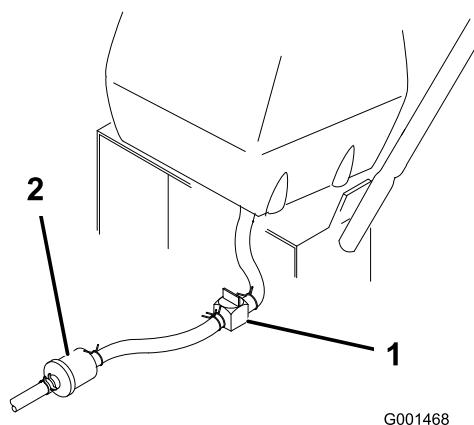

Figura 28
2. Chiudete la valvola d'intercettazione del carburante sul serbatoio del carburante (Figura 28).
3. Premete le estremità della fascetta stringitubo e sfilatela dal tubo del carburante lontano dal serbatoio (Figura 28).
4. Togliete i tubi del carburante dal filtro del carburante (Figura 28). Aprite la valvola d'intercettazione del carburante e lasciate fuoriuscire la benzina in una tanica o bacinella di spurgo.
7. Aprite la valvola di intercettazione sul serbatoio del carburante (Figura 28).
3. Chiudete la valvola di intercettazione sul serbatoio del carburante (Figura 28).